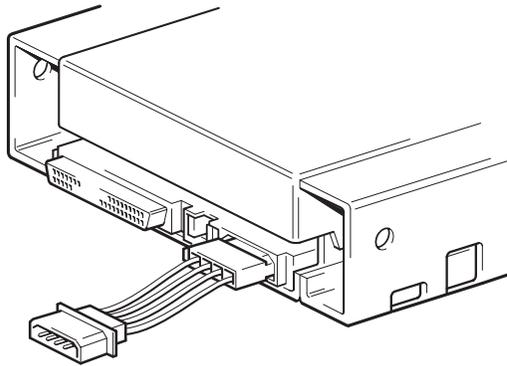

FIGURA 10. Conector de alimentación de la unidad de cinta interna
1. Conecte un cable de alimentación de 4 patas libre del suministro de energía interno del equipo al conector de alimentación que se encuentra en la parte posterior de la unidad de cinta interna. La Figura 10 en la página 35 muestra la ubicación del conector de alimentación de la unidad de cinta interna.